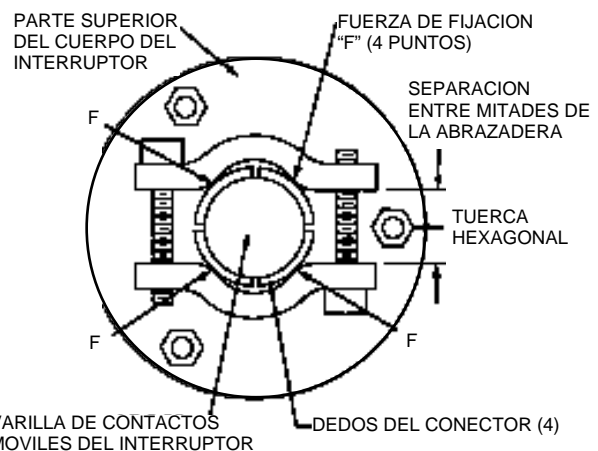

Figura 15.
- Coloque las abrazaderas superior e inferior justo debajo del reborde en los conectores de intercambio de corriente de manera que la fuerza de sujeción se aplique sobre su parte central, como se muestra en la Figura 15.
- Gire el interruptor de manera que una de las tuercas hexagonales en la parte superior del interruptor quede centrada directamente debajo de la separación en un lado de la abrazadera superior. (Consulte la Figura 15.)